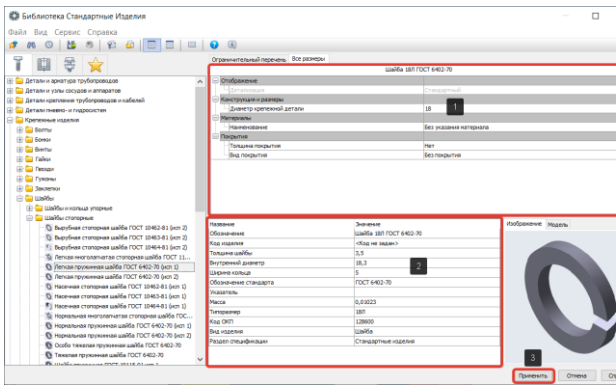

Рисунок 336 – Параметры элемента Гровер
- В окне Параметры элемента (1) зададим геометрические характеристики пружинной шайбы согласно спецификации, если атрибуты (2) заданы верно, нажмем кнопку Применить (3) (Рисунок 336);